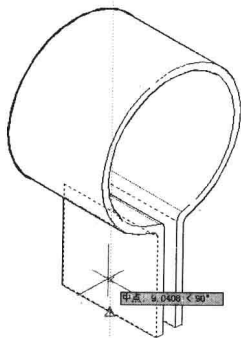

图 8-3-22
(6) 捕捉虚线轮廓底边的中点，向移动光标，显示出对象追踪虚线，如图 8-3-22 所示。